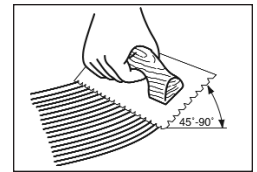

Figure 10
- Tenir fermement la truelle à un angle minimum de 45° (figure 10) contre le sous-plancher pour obtenir un taux d'étalement de 50 à 55 pieds carrés par gallon. La truelle laissera des sillons d'adhésif et très peu d'adhésif entre les sillons. La ligne tracée à la craie devrait rester visible à travers les sillons d'adhésif.